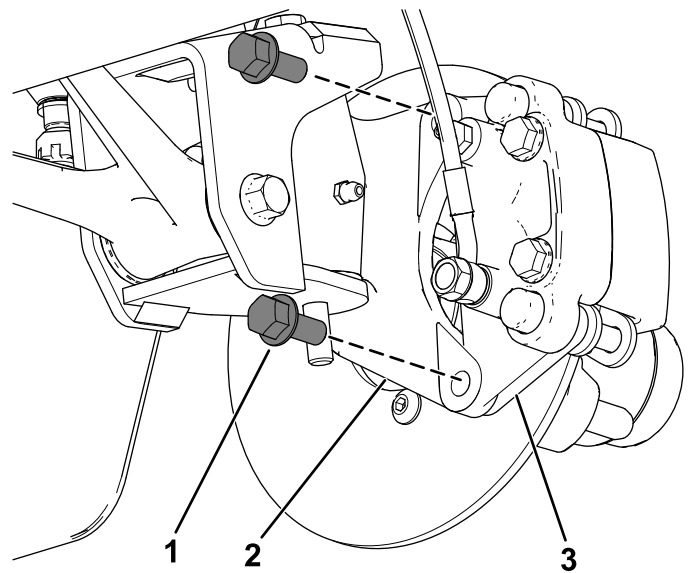
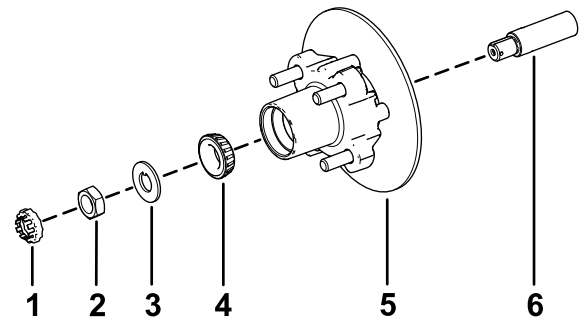

Figure 38
Figure 42
3. Retirez les boulons à embase ( $\frac{3}{8}$ " x  $\frac{3}{4}$ ") qui fixent le support du frein à la fusée et séparez le frein de la fusée (Figure 38).
1. Appliquez une fine couche de la graisse spécifiée sur la fusée (Figure 42).
2. Montez le moyeu et le rotor sur la fusée en plaçant le rotor à l'intérieur (Figure 42).
3. Montez le roulement extérieur sur la fusée et poussez le roulement contre la bague (Figure 42).
4. Montez la rondelle-frein à languette sur la fusée (Figure 42).
5. Vissez l'écrou de fusée sur la fusée et serrez l'écrou à 15 N·m tout en tournant le moyeu pour bien asseoir le roulement (Figure 42).
2. Alignez les plaquettes de frein de chaque côté du rotor (Figure 38) et alignez également les trous dans le support d'étrier et ceux de la fixation du frein sur le porte-fusée (Figure 42).
3. Fixez le support d'étrier au porte-fusée (Figure 38) à l'aide de 2 boulons à embase ( $\frac{3}{8}$ " x  $\frac{3}{4}$ " ).